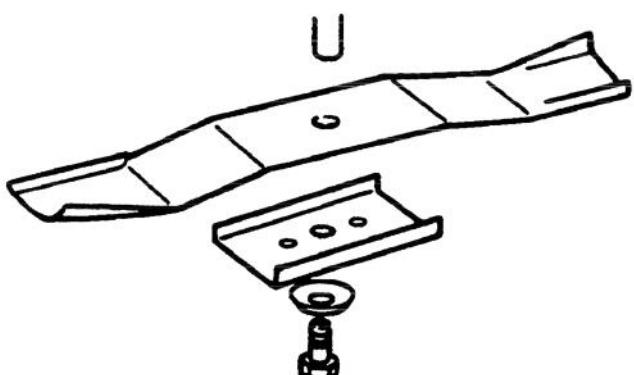

Figure 35
- Déposer le boulon (à l'aide d'une clé de 5/8"), la rondelle incurvée, la pièce de retenue et la lame (Fig. 35). Une cale en bois peut être insérée entre la tondeuse et la lame pour immobiliser cette dernière lorsque le boulon est déposé.